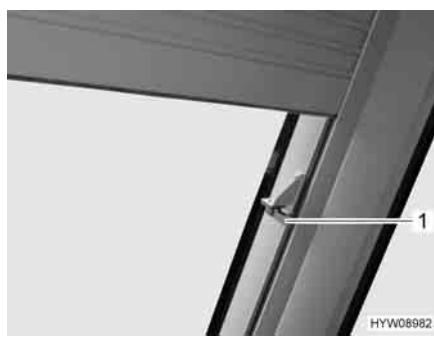

Fig. 28 Chiusure di sicurezza aggiuntive per oscurante a rullo
- Su entrambi i lati, ruotare spingendo indietro la chiusura di sicurezza (Fig. 28,1) applicata a sinistra e a destra approssimativamente a metà dell'altezza della finestra. A questo punto l'oscurante a rullo non può più abbassarsi ulteriormente.